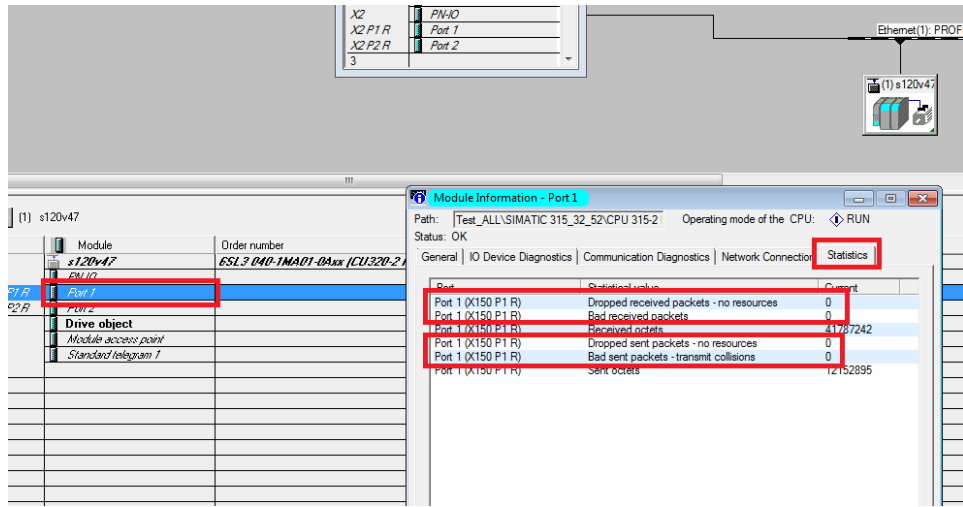

图 2-2 检查网络质量
- (4) 检查控制器 PLC 是否有切换到停止 STOP 的状态,可以通过 PLC 的指示灯和 PLC 诊断缓冲区进行确认。
(5) 检查 PN 通讯的网络质量，方法为在硬件组态在线情况下，双击通讯的 PN 接口，如图 2-2 所示：